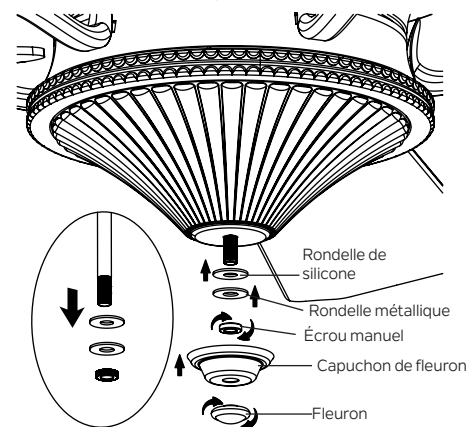

Fig. 25
**Étape 2.** Retirez et conservez l'écrou manuel, la rondelle métallique et la rondelle en silicone de la tige filetée du kit d'éclairage. (Fig. 25)
**Étape 3.** Soulevez l'abat-jour en verre jusqu'au kit d'éclairage, permettant à la tige filetée de passer par le trou central au bas de l'abat-jour en verre. Placez la rondelle en silicone et la rondelle métallique sur la tige filetée, puis vissez l'écrou manuel sur la tige filetée jusqu'à ce qu'il soit bien serré. NE SERREZ PAS TROP. (Fig. 25)
**Étape 4.** Installez le capuchon du fleuron et le fleuron sur la tige filetée et serrez fermement. (Fig. 25)